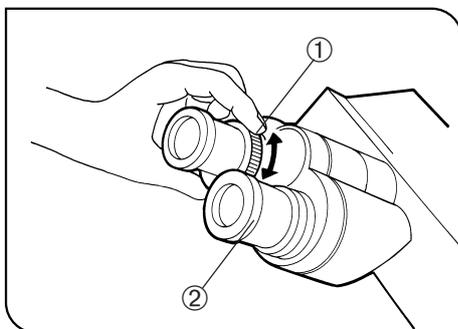

Abb. 22
2 Dioptrieneinstellung (Abb. 22 und 23)
2. Durch das Okular mit Dioptrieneinstellung blicken und das Objekt nur durch Drehen des Dioptrieneinstellrings ① scharfstellen. (Abb. 22)
1. Mit dem rechten Auge durch das rechte Okular blicken und den oberen Teil des Okulars ② drehen, bis das Doppelfadenkreuz im Sehfeld scharf zu erkennen ist. (Abb. 22 & 23)
3. Mit dem linken Auge durch das linke Okular hindurchsehen und den Dioptrieneinstellring ① drehen, um das Bild auch für das linke Auge scharfzustellen.